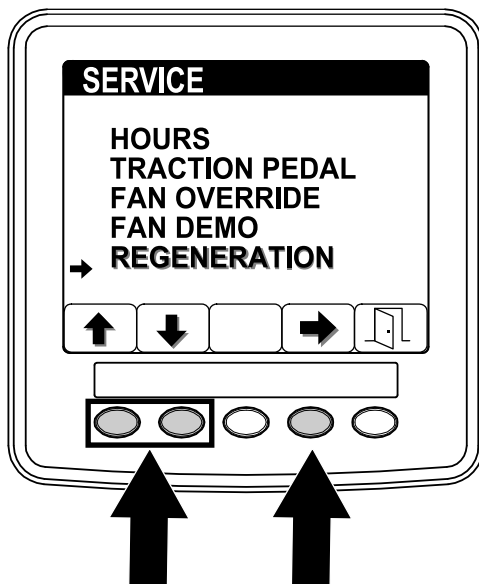

Bild 67
2. Drücken Sie auf dem Menü SERVICE die Taste 1 oder Taste 2, um zur Option REGENERATION zu navigieren; drücken Sie die Taste 4, um das Element REGENERATION auszuwählen (Bild 67).